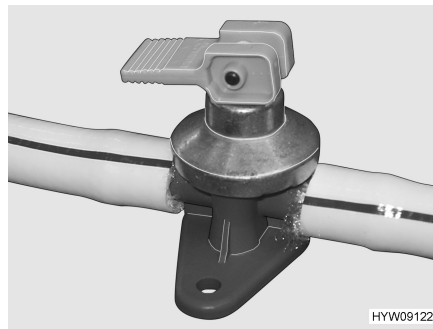
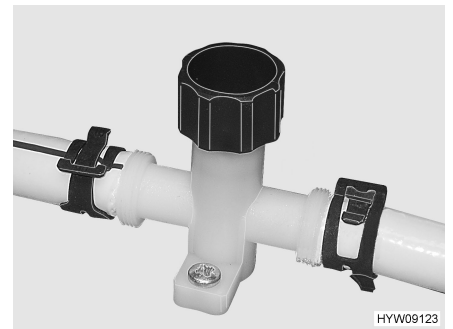

Fig. 69 Robinet de vidange avec levier à bascule
Fig. 70 Robinet de vidange avec bouton tournant
- Fermer tous les robinets de vidange (Fig. 69 ou Fig. 70).